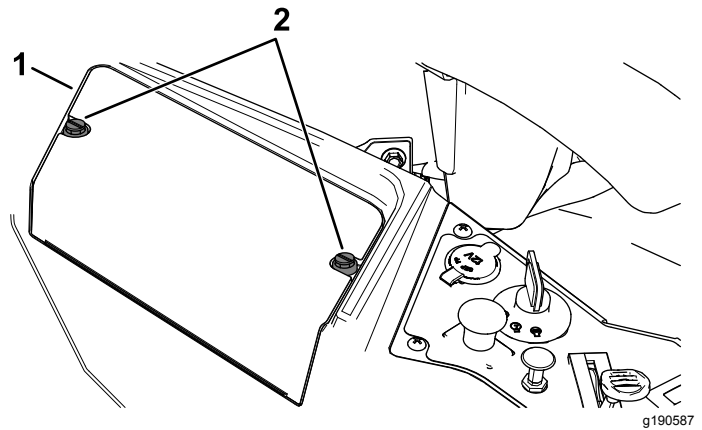

Figura 53
3. Afloje las 2 fijaciones en la tapa de la batería 1/4 de vuelta en sentido antihorario y retire la tapa de la batería (Figura 53).
6. Instale la tapa de la batería presionando hacia abajo y apretando las 2 fijaciones en sentido horario (Figura 53).